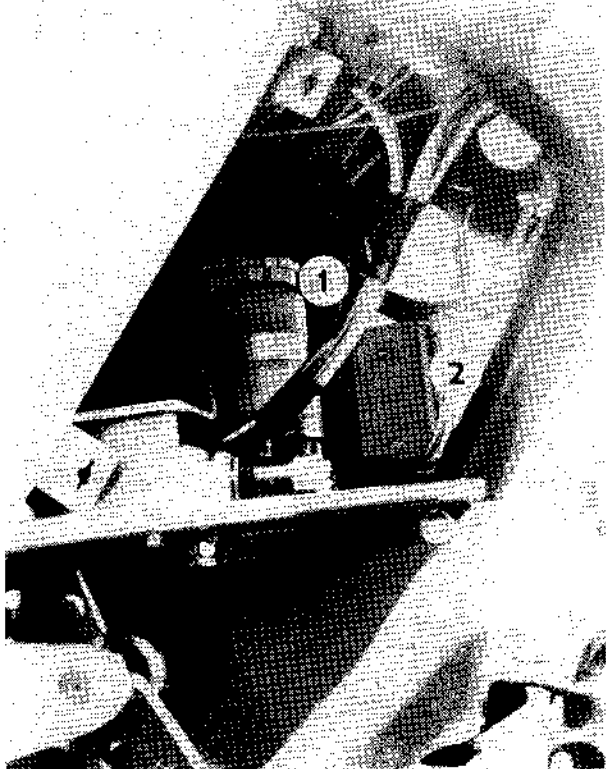

Fig. 13
### Fuse box (Fig. 13/2)
17. Brake fluid filling hole (Fig. 13/1).